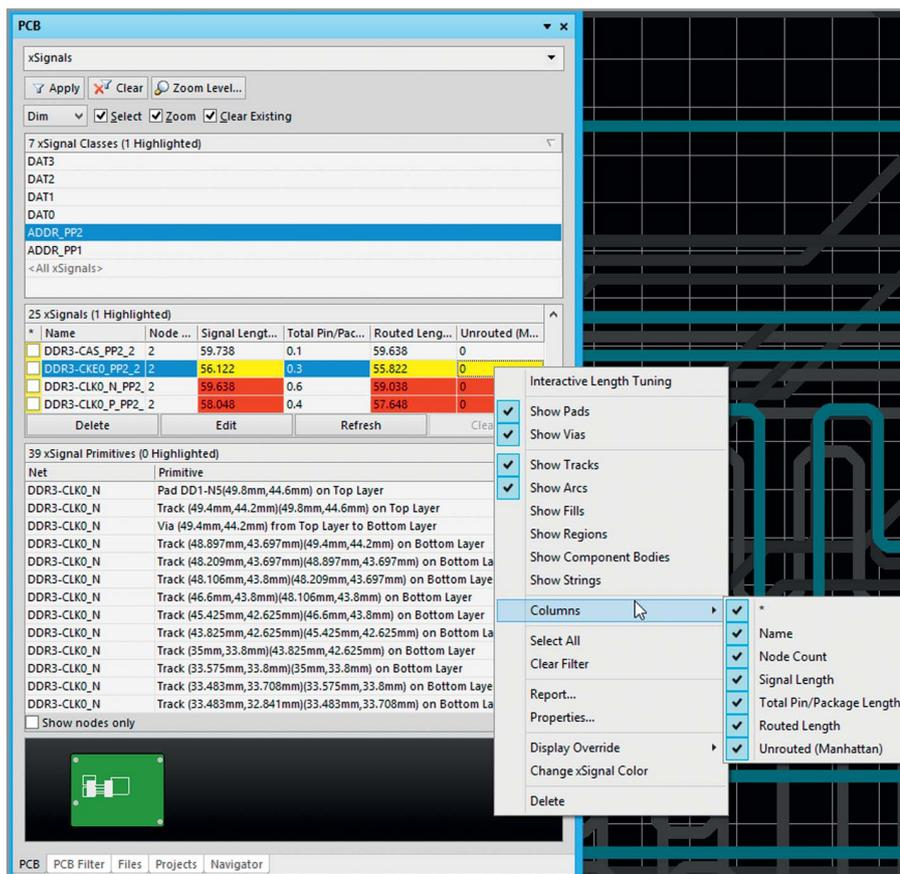

Рис. 5. Режим xSignals панели PCB
Для работы со списком классов xSignals, отдельными маршрутами xSignals и их примитивами предназначен подрежим xSignals рабочей панели PCB, включаемый выбором из выпадающего списка вверху панели (см. рис. 5).
- Выполнение правил проверяется во время размещения объектов (так называемый Online DRC) или после проектирования (так называемый Batch DRC (Пакетная проверка)). Контроль правила Matched Length производится в рабочей панели PCB в режиме xSignals (см. рис. 5), результат отображается в строке состояния (количество узлов, длина маршрута, неразведённая длина, длина трассировки, суммарная длина выводов микросхем) трассируемой цепи в виде цветовой индикации: